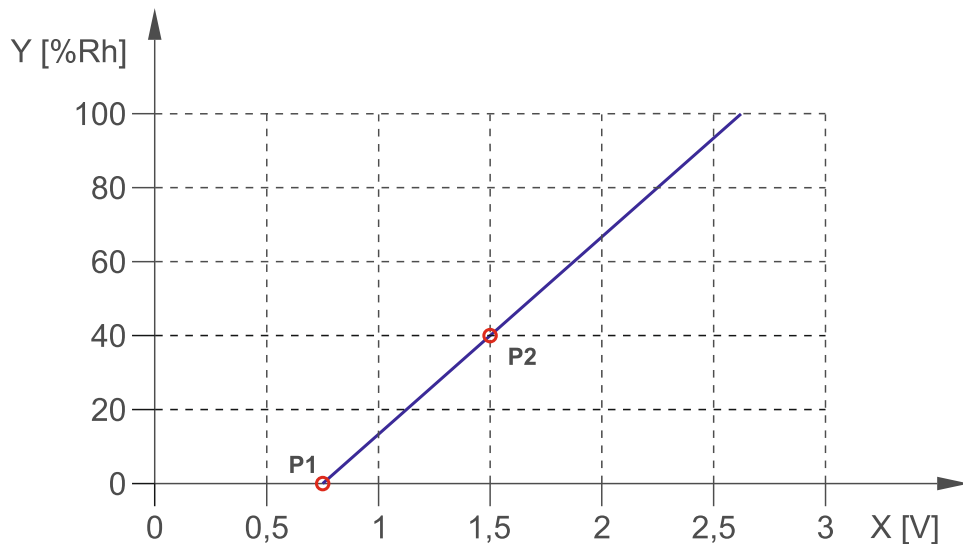

Abb. 21. Beispiel für lineare Kennlinie des Luftfeuchtesensors.
Sie können festlegen, wie der Spannungswert am analogen Eingang auf den physikalischen Wert skaliert wird, der von dem an den Eingang angeschlossenen Sensor registriert wird. Benutzen Sie die lineare Kennlinie aus der Montageanleitung des Sensors. Die Kennlinie veranschaulicht den Zusammenhang zwischen der Spannung am Ausgang des Sensors und der vom Sensor registrierten physikalischen Größe (siehe: Abb. 21).
**P1 / P2** – geben Sie den Spannungswert (X1 / X2) und den ihr entsprechenden Wert der physikalischen Größe (Y1 / Y2) für zwei Punkte aus der linearen Kennlinie des Sensors ein (siehe: Beispiel aus Abb. 21, wo: P1: 0,75 V -> 0% Rh und P2: 1,5 V -> 40% Rh).